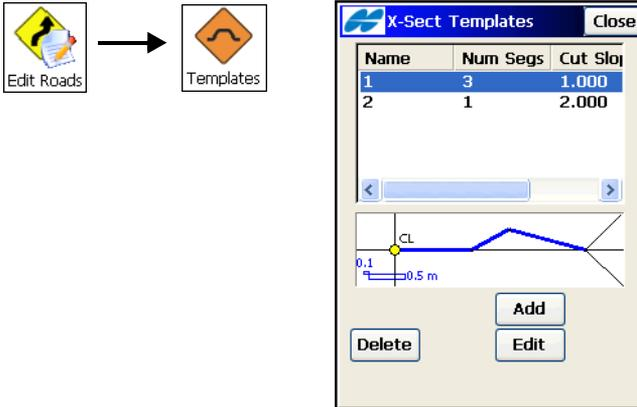

Abbildung 7-22. Querprofilvorlagen
Um mit Querprofilvorlagen zu arbeiten, tippen Sie auf **Edit Straßen ▸ Vorlagen**. Das Fenster „Q.profilvorlage“ erscheint (Abbildung 7-22).
1. Zum Erstellen eines Querprofils tippen Sie im Fenster *Q.profilvorlage* auf **Neu** (Abbildung 7-22).